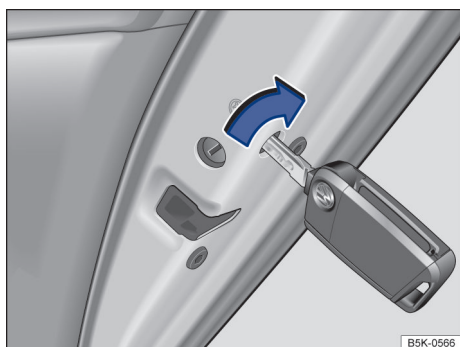

Fig. 58 Na parte dianteira da porta traseira direita: travamento de emergência do veículo com a chave do veículo.
- Inserir a haste da chave na fenda e girar → Fig. 58.